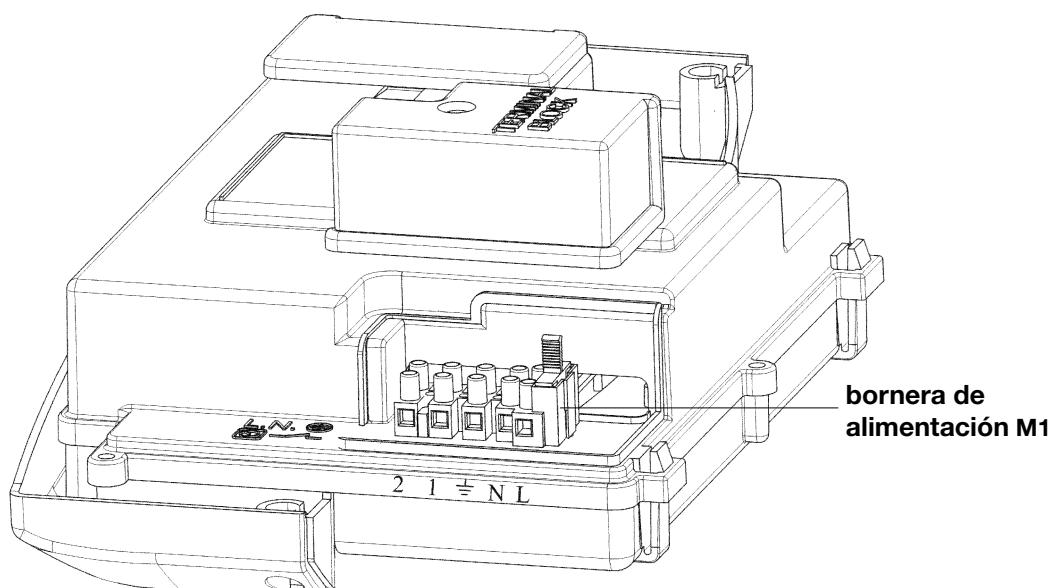

Figura 10
- quite la tapa para acceder a la zona de las conexiones eléctricas (figura 10).
- acceda a la bornera de alimentación (figura 10) como se describe en el capítulo anterior;
- quite el puente entre los bornes (1) y (2);